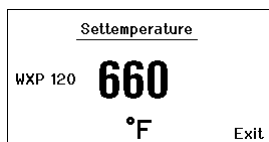

Fig. 13
1. Maintenir enfoncée la touche de sélection **6** ou **13** souhaitée. La température de consigne actuelle (voir fig. 13) apparaît à l'affichage.